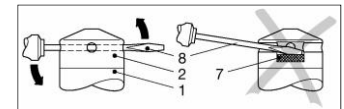

Fig. 2 Retirer le capuchon de protection
2. Tenez la sonde à la partie de sonde d'une main (fig. 2 - 1).
3. Retirez le capuchon de protection de l'autre main (fig. 2 - 2) ab.
2. Introduisez un outil fin (fig. 2 - 8), par exemple un tournevis, tout droit dans deux trous opposés du capuchon de protection (fig. 2 - 2).
**AVIS** - Ne pas endommager la cellule de mesure (fig. 2 - 7) sous le capuchon de protection !